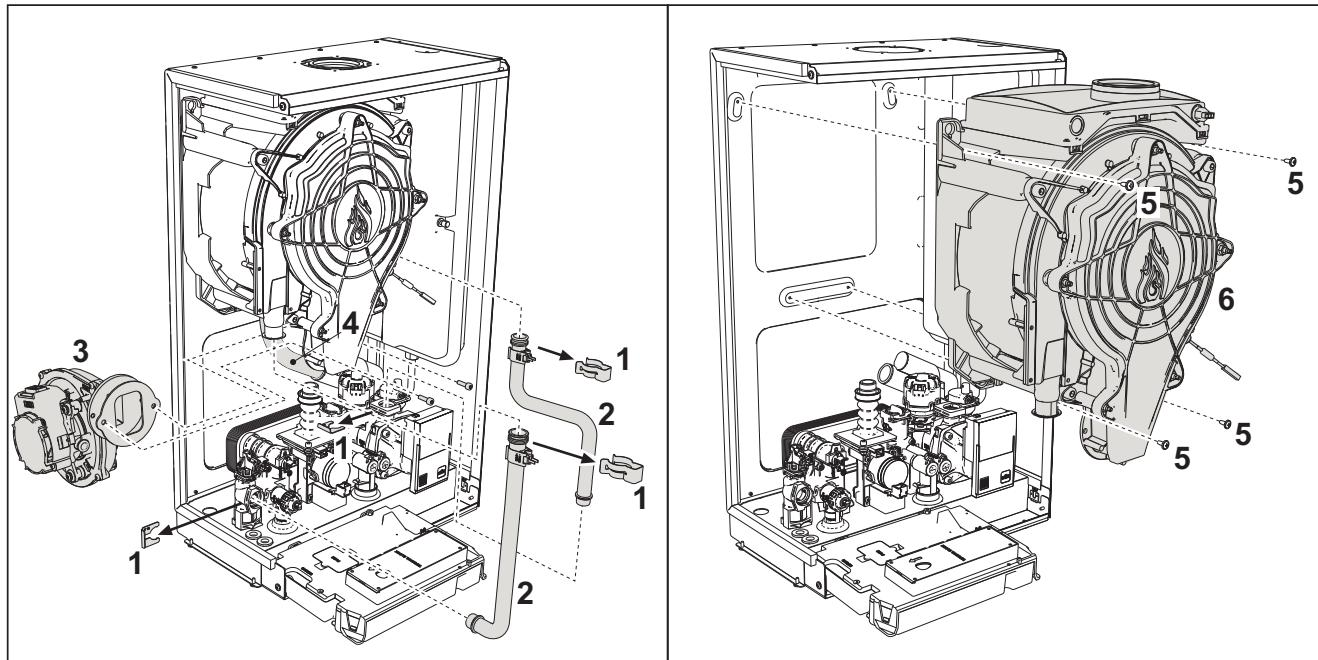

fig. 40- Intercambiador principal
- Quite los 2 tornillos **superiores “5”** que fijan el intercambiador al bastidor (fig. 40).
- Afloje los 2 tornillos **inferiores “5”** que fijan el intercambiador al bastidor (fig. 40).